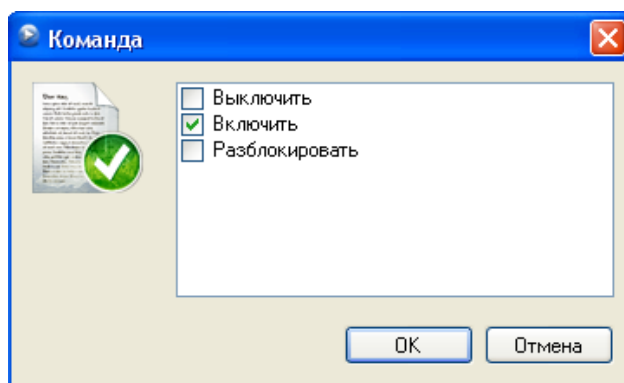

Рис.54
- **Выбор значений из списка** - отображается экранная форма для выбора значения, как показано на рис. 54.
При работе скрипта в журнале событий АРМа записывается универсальный идентификатор для каждого события и команды скрипта см. рис.54а.
Рис.54а
Значение идентификационного кода можно посмотреть, набрав его в строке поиска модуля выполнения скриптов и нажав на кнопку «Поиск». Выделиться строка списка соответствующие данному событию рис.54б.
Рис.54б